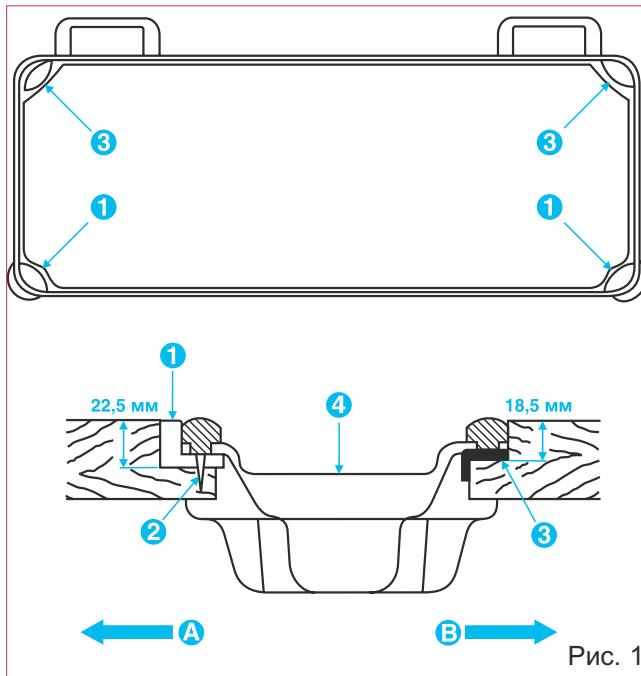

Рис. 1
2. Закрепите два амортизатора (1) рис.1, со стороны (A) (стороны рабочего) при помощи гвоздей (2). Закрепите два амортизатора (3) со стороны (B) при помощи резинового клея. Установите поддон (4) на закрепленные амортизаторы.